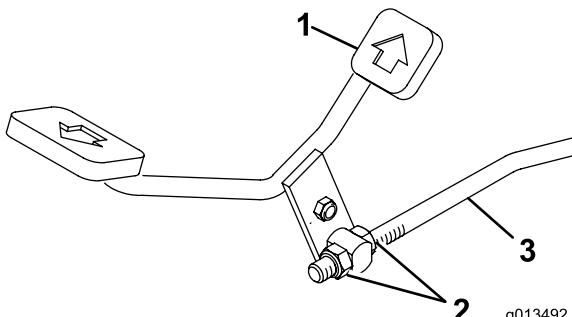

図 22
3. コントロール・ロッドのジャムナットをゆるめる ((図 22))。